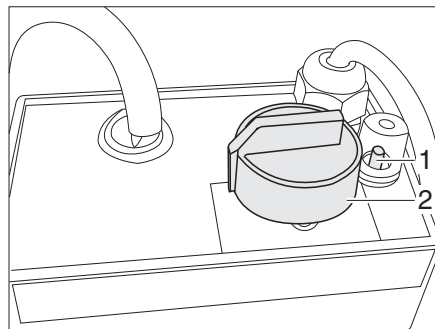

Fig. 190 Regulador para calentamiento eléctrico del piso
- Girar el regulador giratorio (Fig. 190,2) al nivel de calefacción deseado.
- Girar el regulador giratorio (Fig. 190,2) a la posición "0".
Cuando se sobrecarga el regulador, se activa la protección contra sobrecargas. El perno (Fig. 190,1) salta hacia fuera.
- Hundir el perno (Fig. 190,1) en la protección contra sobrecargas cuando se haya enfriado el regulador.